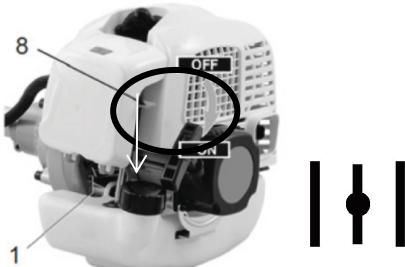

Fig.16
- 5) Girare la leva della valvola dell'aria nella posizione di marcia, nel momento in cui il motore si avvia (Fig.16).